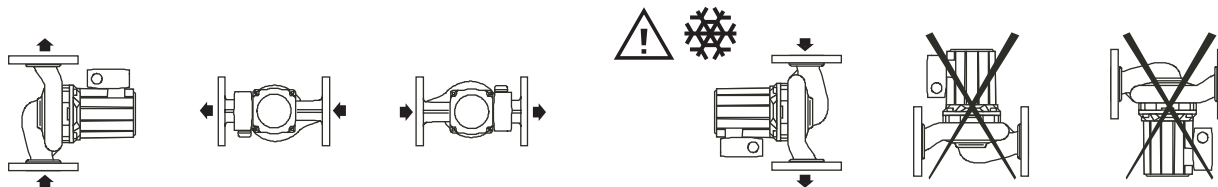

Fig. 2
5.3 Conexiones eléctricas (ver FIG. 2)
2 velocidades son posibles por selector enchufable en la caja de bornes (Ver FIG. 2).
La nueva velocidad aparece en la caja de bornes y al exterior a través de una ventana de visualización una vez que la tapa de la caja de bornes está cerrada (Ver FIG 2).